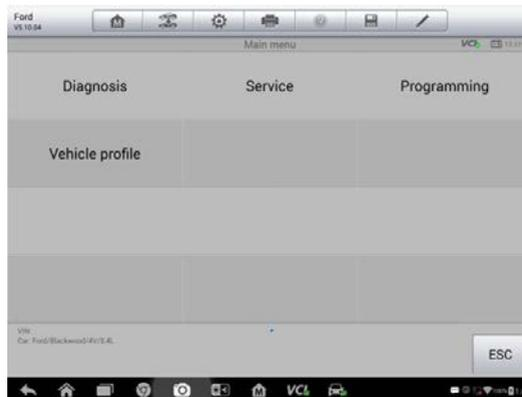

Figura 4-3 Ejemplo de Pantalla de Diagnósticos de Vehículo
5. Toque **Hecho**. El vehículo será identificado en unos pocos segundos, y una vez que el emparejamiento sea exitoso, el sistema lo guiará a la pantalla de Diagnósticos de Vehículo directamente. (*Figura 4-3*)
La pantalla de Diagnóstico de Vehículo (*Figura 4-3*) tiene tres opciones principales: